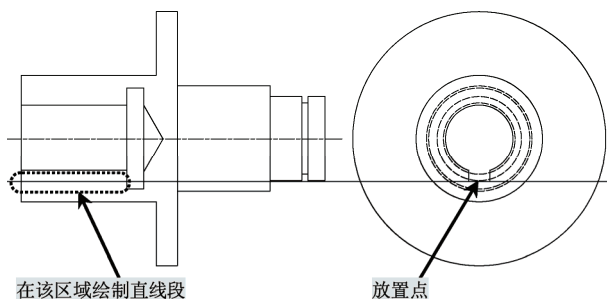

图 2-46 绘制水平构造线
7) 执行“构造线”命令 (amconstlines)，选择“水平构造线”命令，以第 5 步移动后的矩形下面的水平线段为放置点，绘制一条水平的构造线，投影在左边的视图；执行“直线”命令 (L)，在左边视图相关位置绘制一条水平的直线段。如图 2-46 所示。